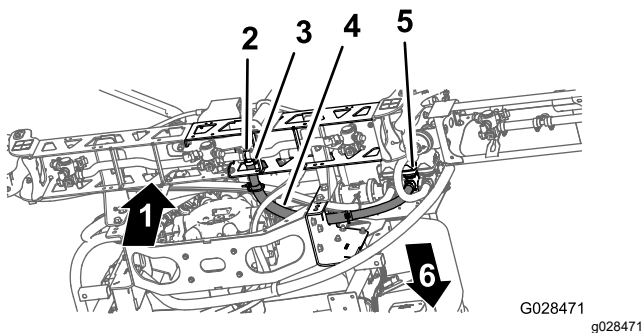

Figura 44
1. Pozai furtunurile din seciunea centrală a braului aa cum se indică în Figura 44.
2. Instalai furtunul din seciunea braului peste fittingul în T inelat de la seciunea centrală a braului i fixai furtunul cu un colier de furtun (Figura 44).